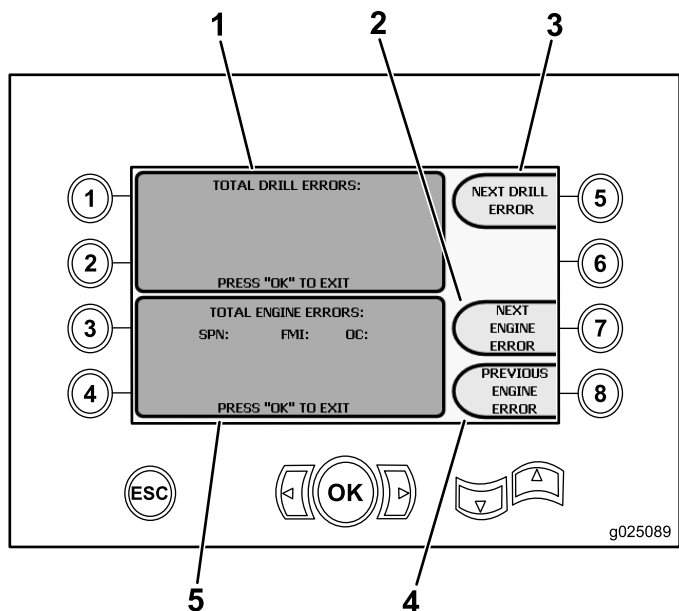

Bild 16
- Taste 3: Lesen der Fehlercodes (Bild 16)
Wird mehr als ein Bohr- oder Motorfehler auf dem Bildschirm angezeigt, drücken Sie Taste 5 für den nächsten Bohrfehler, Taste 7 für den nächsten Motorfehler oder Taste 8 für den vorherigen Motorfehler (Bild 16).
Hinweis: Werden keine Bohr- oder Motorfehler angezeigt, drücken Sie die OK-Taste, um den Bildschirm zu verlassen (Bild 16).